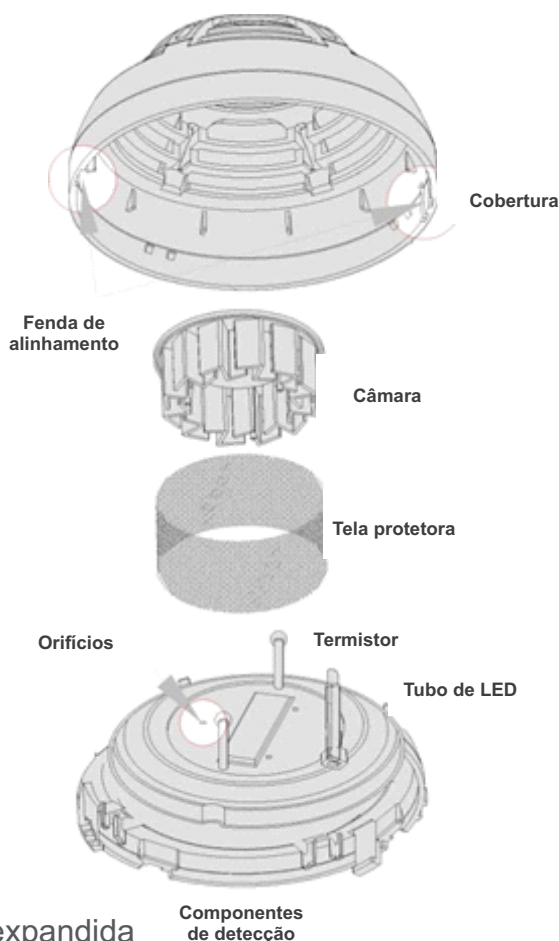

Figura 12: Vista expandida
2. Remova a tela de proteção, puxando-a diretamente para fora (Figura 12).
4. Posicione a câmara e a tela, alinhando os três pequenos orifícios sobre o componente de detecção. (Figura 12).
5. Alinhe o tubo do LED nas guias e empurre suavemente a tampa até que ela trave. (Figura 12).